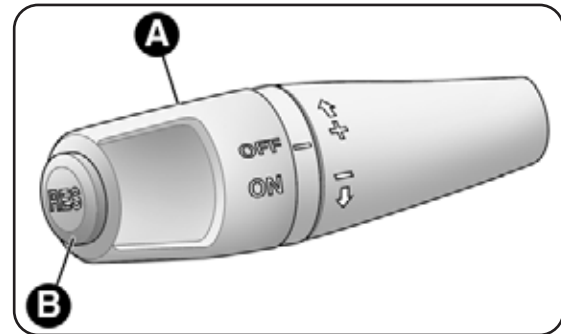

fig. 36
Gire la corona A-fig. 36 a ON. El dispositivo no puede ser activado en 1ª marcha o en marcha atrás: se recomienda activarlo con marchas iguales o superiores a la 5ª.
- gire la corona A-fig. 36 a ON y pise el acelerador hasta alcanzar la velocidad deseada para el coche;
- presione el pulsador B-fig. 36 (RES).
- gire la corona A-fig. 36 a la posición OFF;
En caso de funcionamiento defectuoso o de avería en el dispositivo, gire la corona A-fig. 36 a OFF y acuda a los Servicios Autorizados Alfa Romeo.